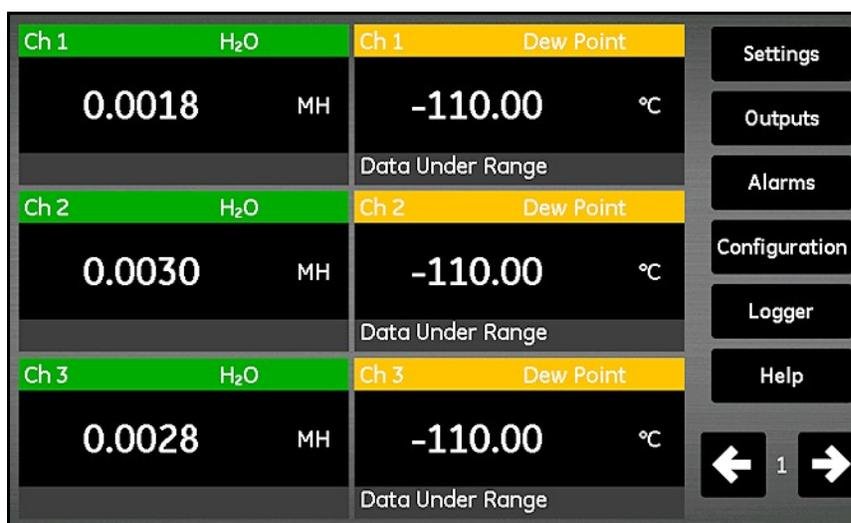

Abbildung 27: Messungsanzeige-Bildschirm
3. Ein Messungsanzeige-Bildschirm ähnlich dem in *Abbildung 27* unten.
Der Messungsanzeige-Bildschirm in *Abbildung 27* oben ist ein Touchscreen mit folgenden Elementen: